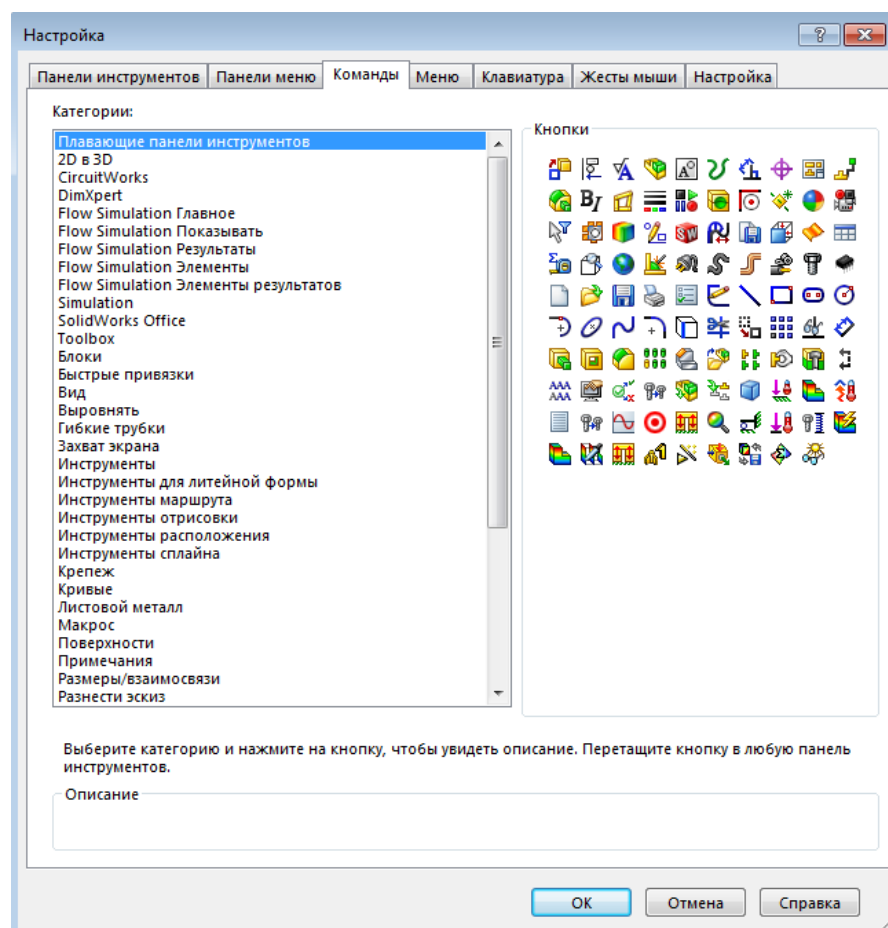

Рисунок 1.3 – Діалогове вікно «Настройка»
2. Натиснути на вкладку Команди (рис. 1.3).